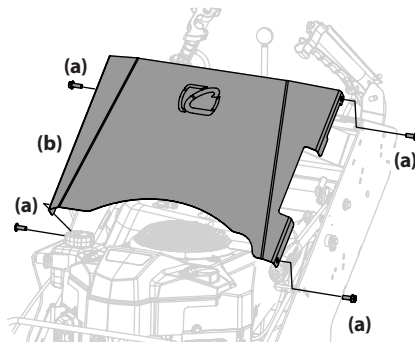

Figure 4-20
1. Retirez les quatre vis (a) qui retiennent le panneau avant (b) et enlevez le panneau. Voir Figure 4-20.